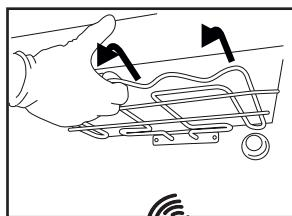
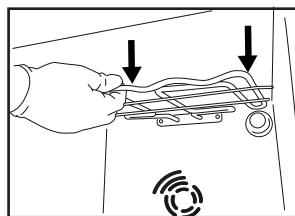

Fig. 1
Fig. 2
2. Estrarre leggermente l'elemento riscaldante (*Fig. 1*) e abbassarlo (*Fig. 2*).